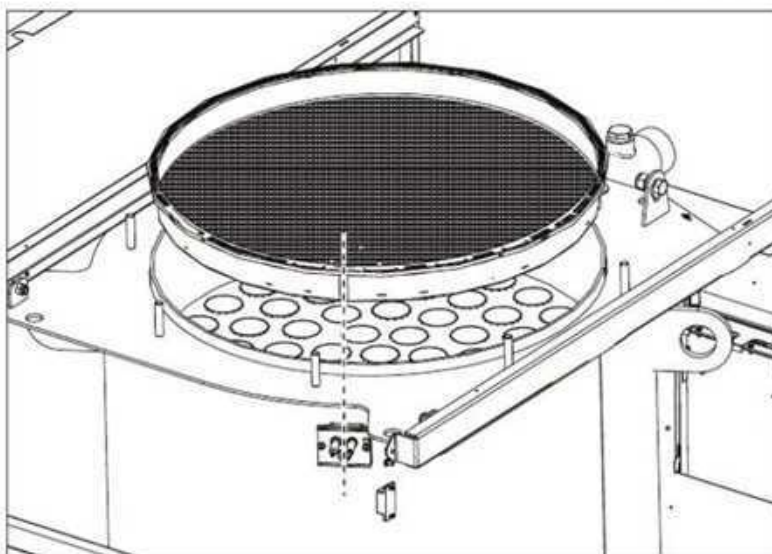

fig. 67 - Allineamento bruciatore
- IMPORTANTE:** dopo aver eseguito la pulizia del bruciatore, assicurarsi di posizionarlo allineando la saldatura di giunzione della flangia con il centro del foro dello spioncino (vedi fig. 67).